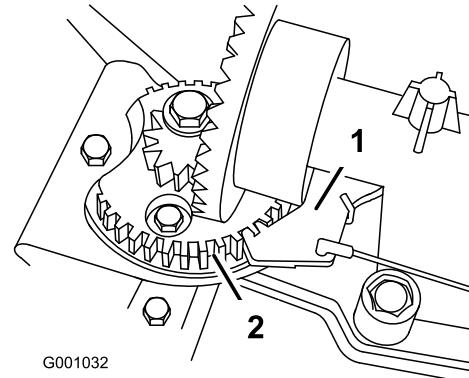

Bild 48
- Fassen Sie den Kabelstrang an und schieben Sie ihn nach vorne an der Maschine, bis der Auswurfkanalriegel ganz in die Zahnräder des Getriebes greift (Bild 47 und Bild 48).
**Hinweis:** Der Riegel ist gefedert und ist so konstruiert, dass er in die Zahnräder des Getriebes greift (Bild 48).